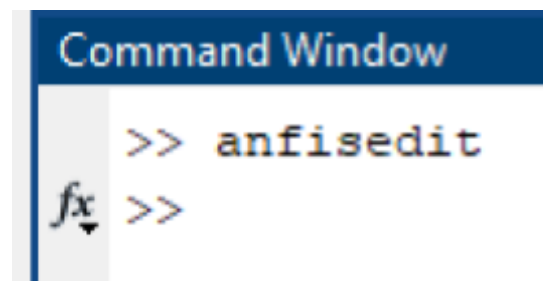
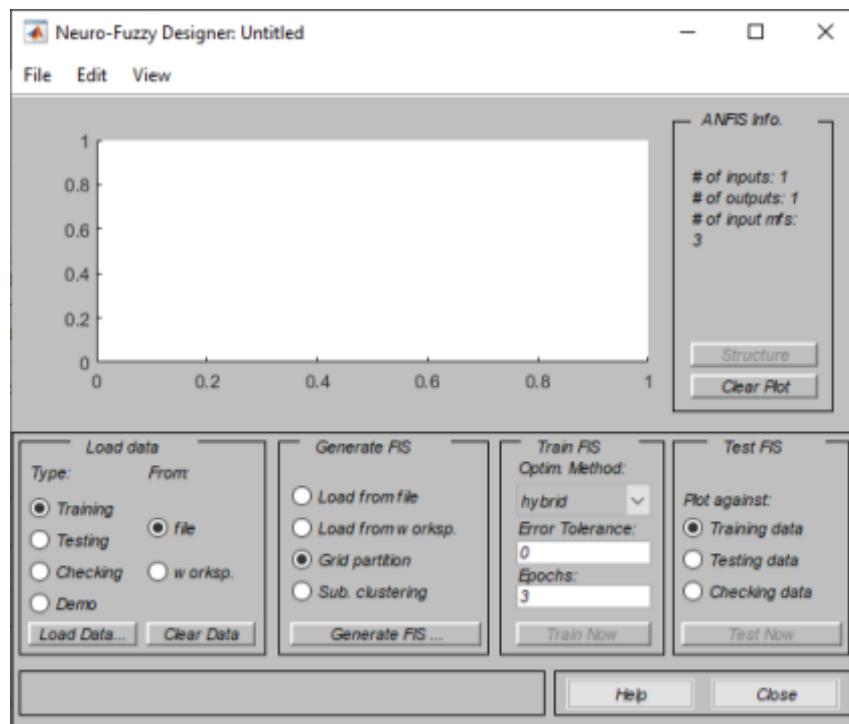

Figura 26. Ejecutando el comando anfisedit.
Figura 27. La interfaz de Neuro-Fuzzy Designer.
1. Ejecutar la herramienta Anfisedit. Se escribe el comando *anfisedit* en la ventana de comandos de Matlab (Figura 26). Se abrirá la ventana de Neuro-Fuzzy Designer de la Figura 27.